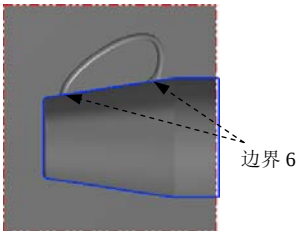

图 21.36 边界 6
Step6. 绘制边界 6。参照 Step3 的操作方法, 绘制图 21.36 所示的直线。